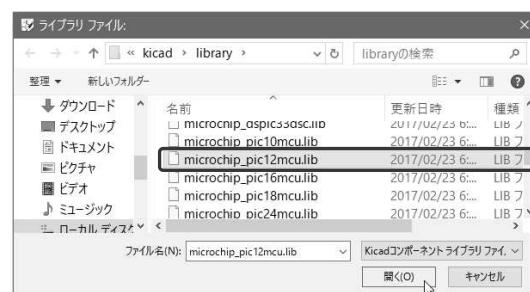

図 5-7
- ② ライブラリファイル microchip\_pic12mcu.lib を選択→[開く]をクリック 図 5-7